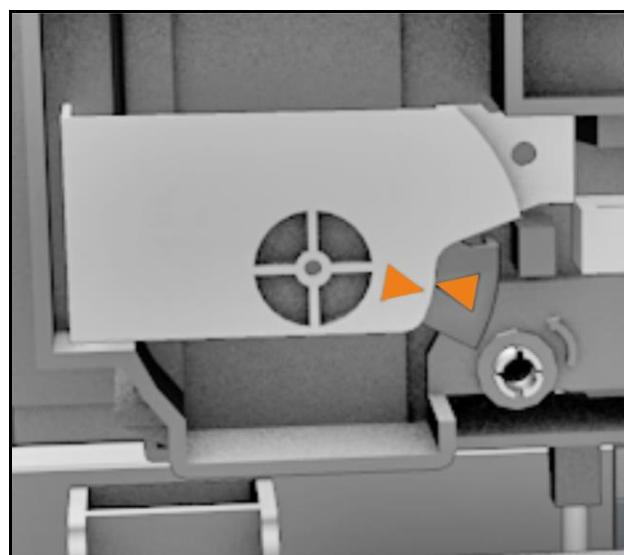

Figura 160 Unità di pulizia sbloccata
Con un cacciavite ruotare la testina di stampa (A) sopra lo sbloccaggio della testina di stampa (B) di 90° in senso antiorario in posizione di sbloccaggio (vedere Figura 160).